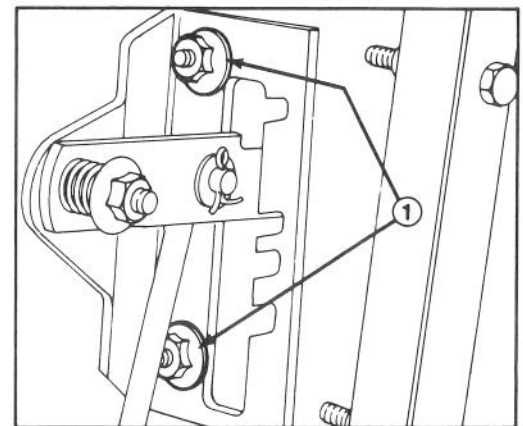

Abbildung 29
2. Bundmuttern, die die Schalterplatte an die Schildplatte befestigen, lösen. Somit kann die Schalterplatte einwandfrei bewegt werden (Abb. 29).